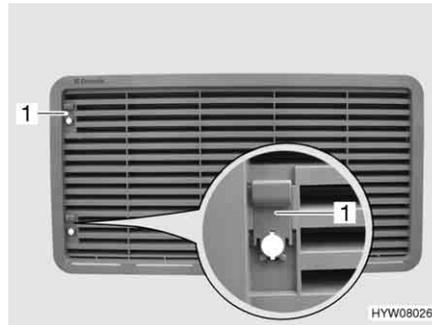

Bild 224 Kühlschrank-Lüftungsgitter
- Schieber (Bild 224,1) nach oben schieben.